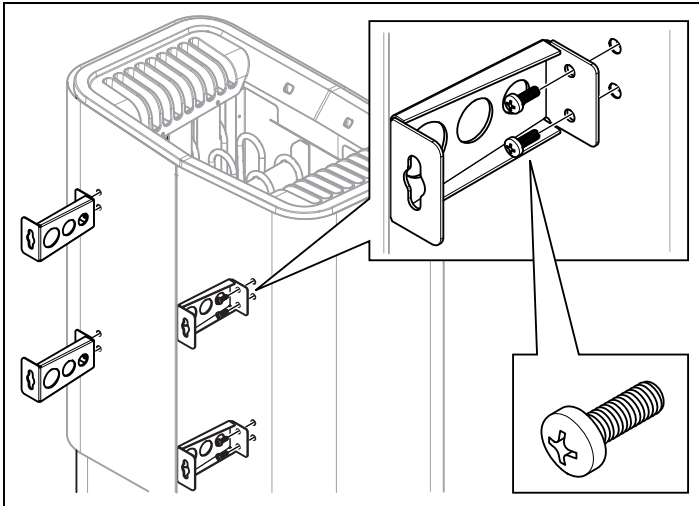

Рисунок 7: Крепление кронштейнов на устройстве
5. Открутите первых два винта с задней стороны устройства и прикрепите один из четырех кронштейнов. Повторите процедуру крепления для остальных кронштейнов см. Рисунок 7.